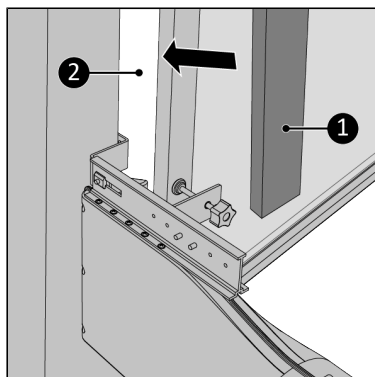

Rysunek 23.
16. Ostrożnie przykręcić śrubę mocującą do ramy okiennej (Rysunek 23, poz. 1).